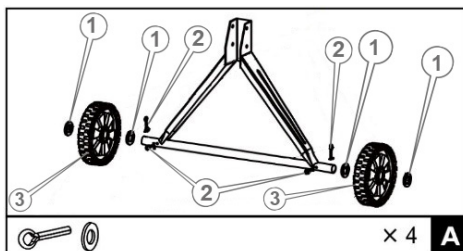

Рисунок 3. Схема встановлення коліс моделей «БМ-125-ЗНН», «БМ-140-ЗНН».
1. Встановити колеса на шасі та зафіксувати шплінтами (рис. 3).